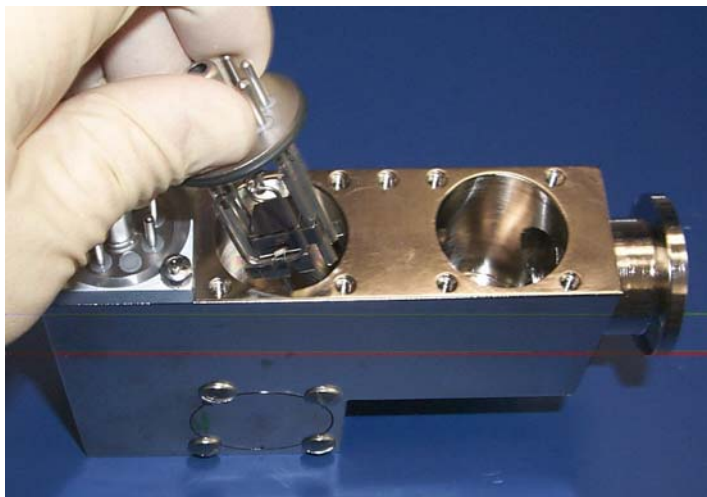

Abbildung 4-12 Ausbauen der Ionenquelle
2. Nehmen Sie die Ionenquelle aus dem Spektrometerrohr heraus (Abbildung 4-12).
7. Schieben Sie die Ionenquelle vorsichtig aus dem Spektrometerrohr heraus (Abbildung 4-12 auf Seite 4-14).